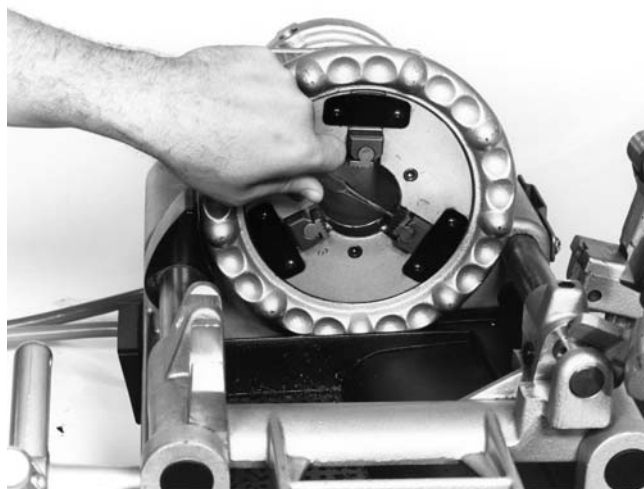

Figure 13 – Remplacement des inserts de mâchoire
1. **Retrait des mâchoires existantes** – introduisez un poinçon dans l'encoche du ressort de détente, puis poussez-le vers le bas. (Figure 13)